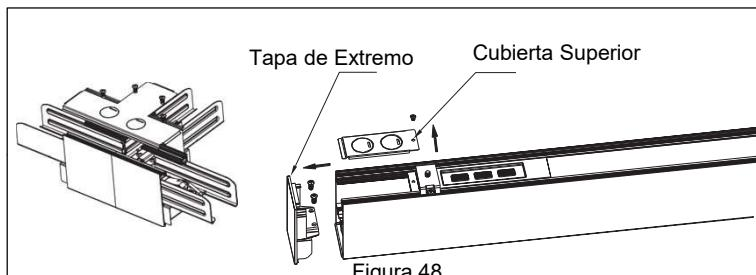

Figura 48
- Retire la cubierta superior del conector en T y de las lámparas. Luego retira la tapa del extremo de cada lámpara. *Ver Figura 48.*